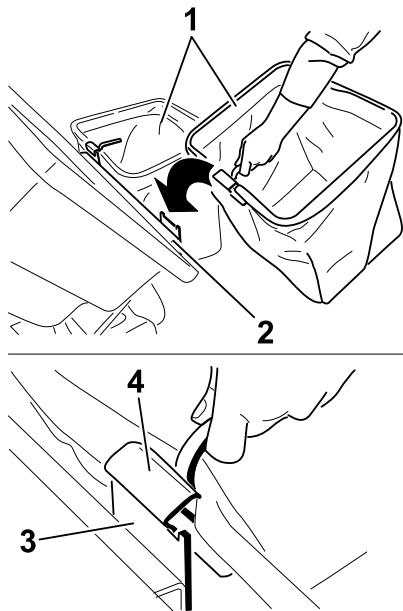

Figure 17
4. Soulevez le couvercle et installez les bacs en glissant les crochets de l'armature sur les pattes de retenue (Figure 17).